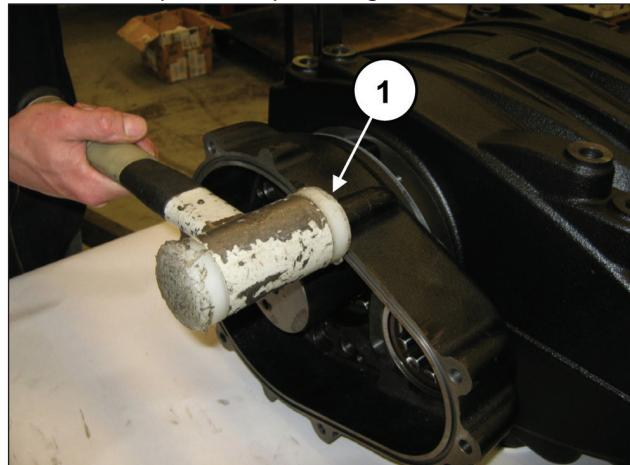

Fig. 65
Monte a caixa do redutor (e relativo forro), usando um mecanismo de percussão (pos. ①, Fig. 65).